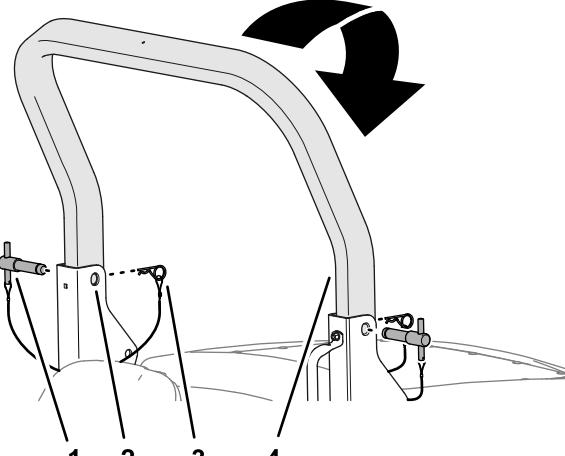

Figura 21
2. Retire las chavetas de los pasadores de la barra antivuelco en los soportes de giro del bastidor de la barra antivuelco inferior (Figura 21).
3. Mientras sostiene el peso de la barra antivuelco superior, retire los pasadores de la barra antivuelco de los soportes de giro (Figura 21).